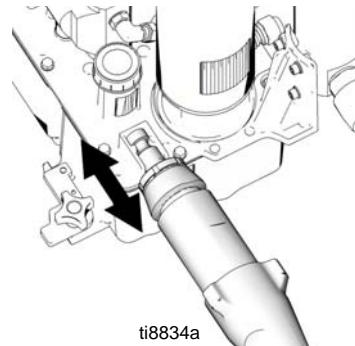

FIG. 19
9. (Fig. 19) Fjern pumpen (111) fra enheden.